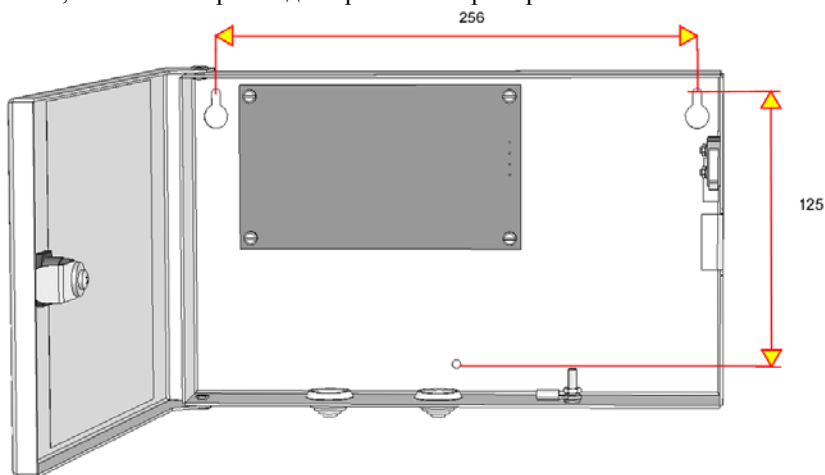

Рис. 3.4 Блок реле ИЮЛГ 3.001.300
3.3 Конструктивно блок реле выполнен в виде законченной конструкции (рис. 3.4), состоящей из корпуса и печатной платы.